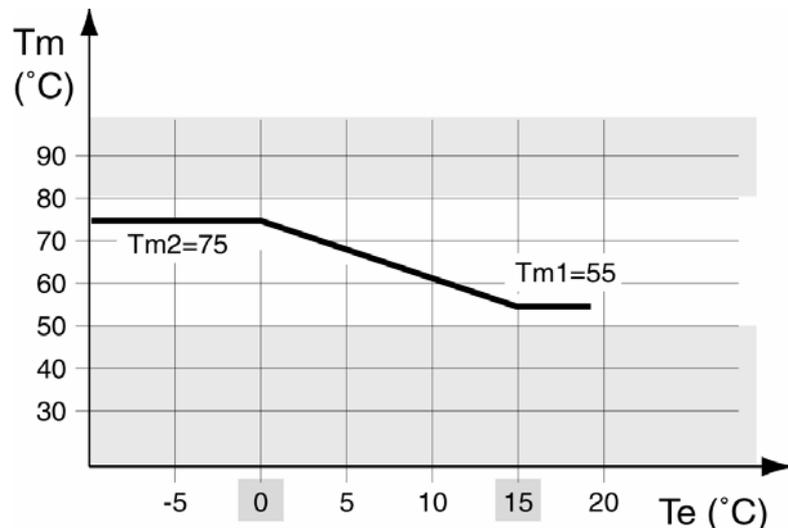

Figura 26
In questo caso, le operazioni descritte nel paragrafo precedente non sono più necessarie in quanto la temperatura di mandata dell'acqua di riscaldamento (T_m) viene automaticamente fissata dall'elettronica della caldaia in funzione della temperatura esterna (T_e) e in base a parametri che il centro assistenza che esegue la prima accensione deve inserire. In Figura 26 vi è un esempio della retta che determina la relazione tra temperatura di mandata all'impianto (TM) e temperatura esterna (TE).